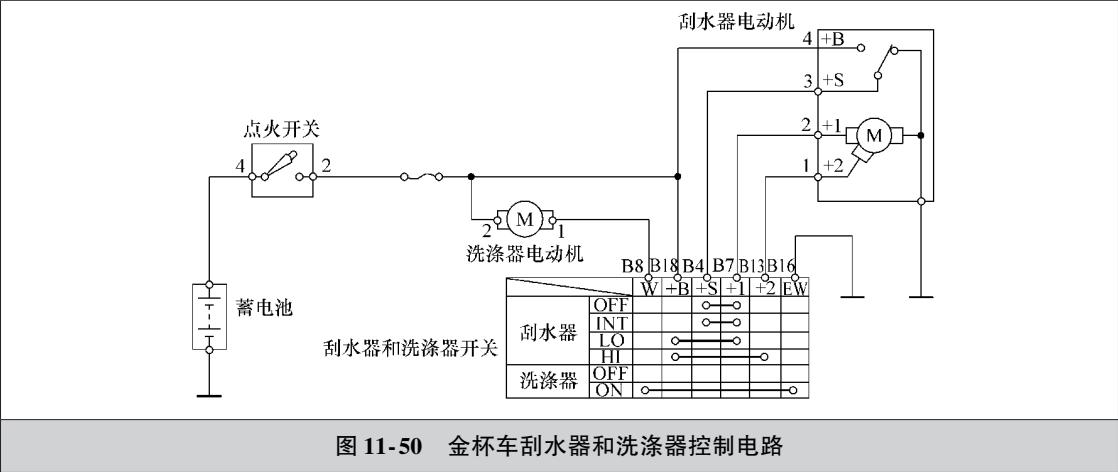

图 11-50 金杯车刮水器和洗涤器控制电路
1) 如图 11-50 所示, 首先接通点火开关, 将刮水器和洗涤器开关置于喷洗位置, 检查洗涤器电动机是否运转。若不运转, 表明洗涤器电动机或洗涤器电动机控制电路有故障。